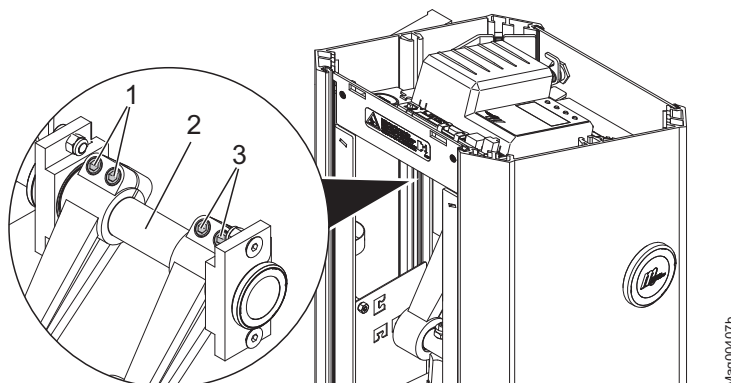

Fig. 35: Access XL løsne unbrakoskrue
10. Løsne de 4 unbrakoskruene SW 10 på begge spennearmene. Ikke fjern unbrakoskruene. → For Access XL se side 72, Fig. 35 og for Access XXL se side 73, Fig. 36.